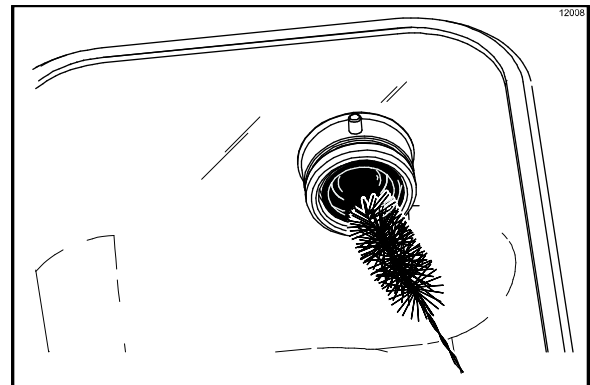

Figura 109
5. Usando a escova preta, limpe as aberturas do cubo de transmissão na parede posterior dos reservatórios de mix. (Veja a Figura 109.)